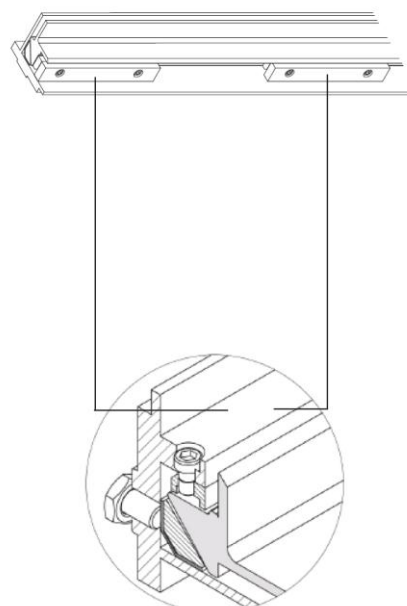

Figura 5-28
3) As pastilhas de desgaste superiores podem ser utilizadas até estarem gastas até ao ponto das estrelas dos parafusos começarem a danificar a calha lateral do braço extensível. Quando os parafusos apresentarem muito desgaste, as pastilhas de desgaste devem ser substituídas (ou antes). O momento da substituição pode ser determinado através da medição. O comprimento Y conforme apresentado na figura 5-28. Se a altura da pastilha de desgaste (Y) for de 13 mm, substitua a pastilha.